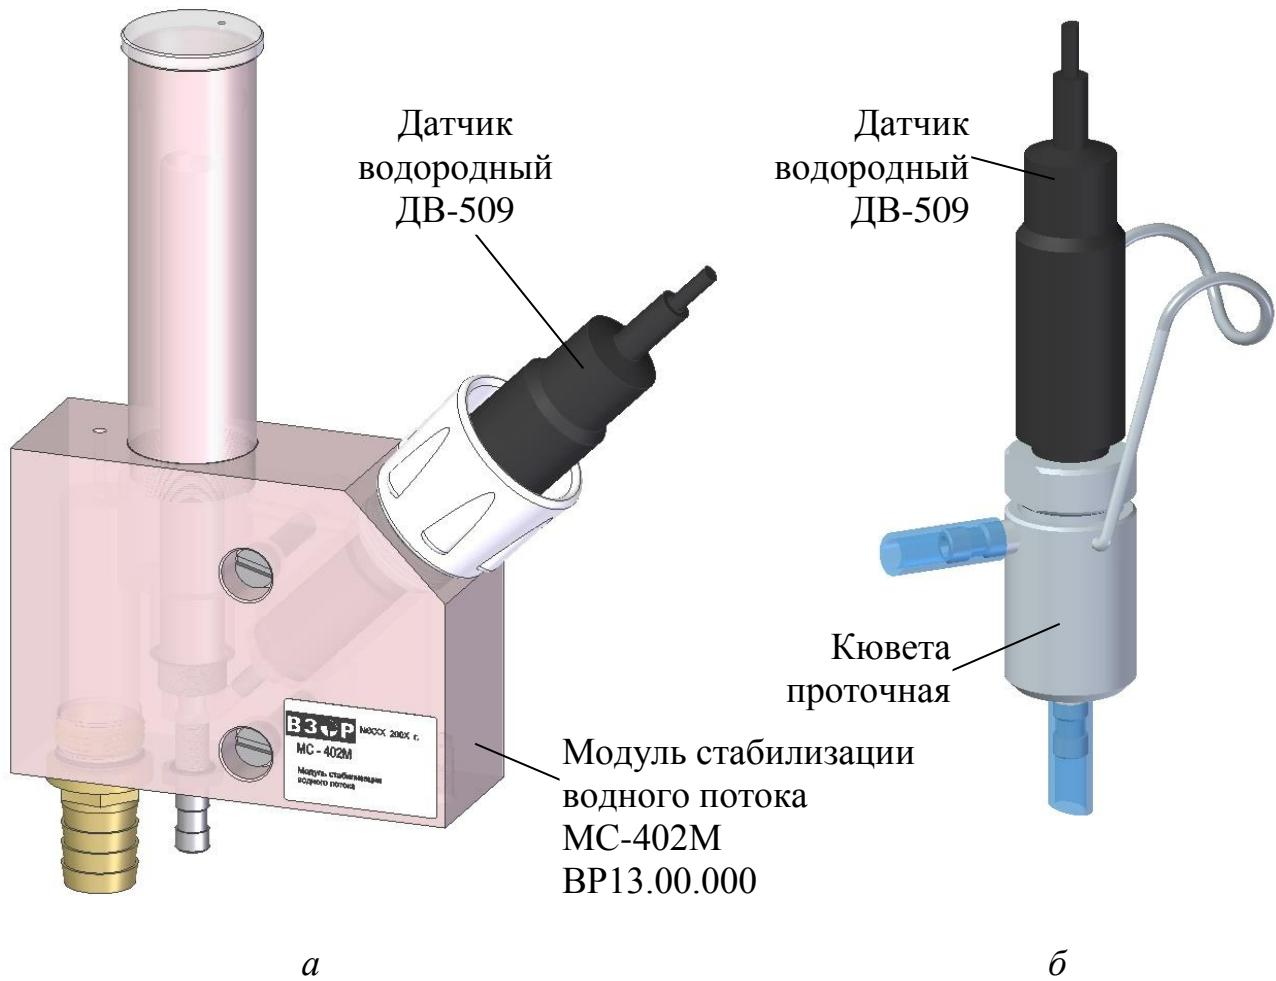

Рисунок 2.9
- от 0,07 до 5,00 $\text{дм}^3/\text{мин}$ датчик установить в соответствии с руководством по эксплуатации на модуль стабилизации водного потока МС-402М (МС-402М/1) ВР13.00.000РЭ (рисунок 2.9а);
- от 0,07 до 0,60 $\text{дм}^3/\text{мин}$ датчик установить в соответствии с этикеткой на кювету проточную ВР11.03.000ЭТ (рисунок 2.9б);